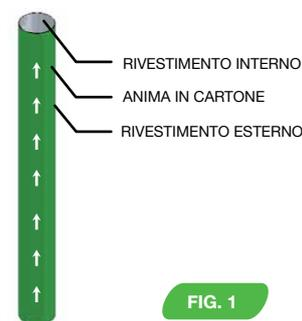

FIG. 1
6. Tubix-T deve essere tenuto in posizione verticale con le relative frecce rivolte verso l'alto (VEDI FIG.1) a mezzo di idonee spinte e/o tiranti, senza rovinare o forare il tubo: per altezze superiori ai 4 m è sufficiente un fissaggio a $\frac{2}{3}$ di altezza del tubo stesso;